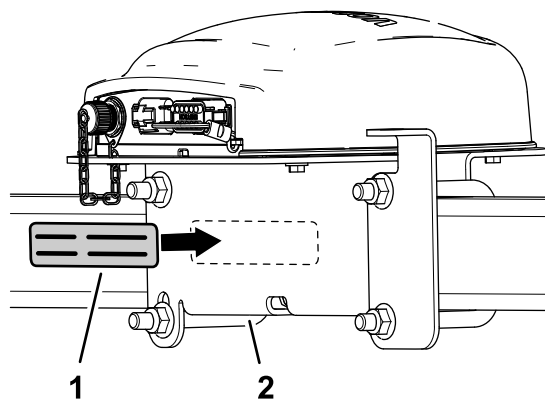

Bild 152
7. Bringen Sie den Seriennummernaufkleber an der Empfängerbefestigung an (Bild 152).